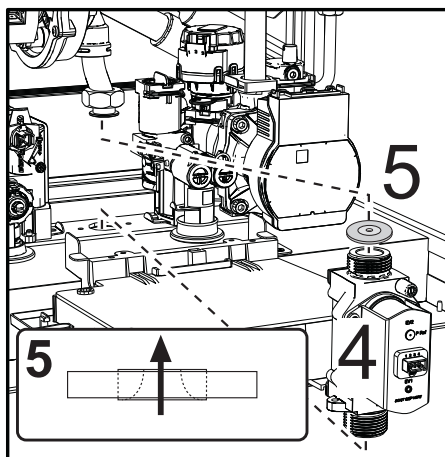

fig. 60
- Estrarre la valvola a gas “4” e il diaframma gas “5” (fig. 60).